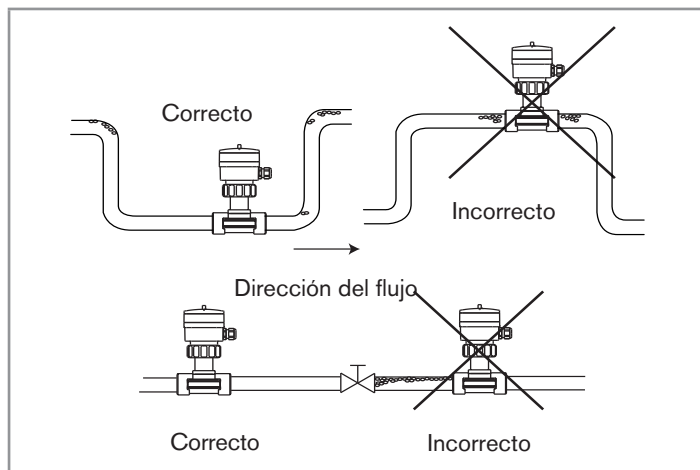

Imagen 6: Burbujas de aire en la tubería
- Evite la formación de burbujas de aire en el producto dentro de la tubería (Imagen 6).